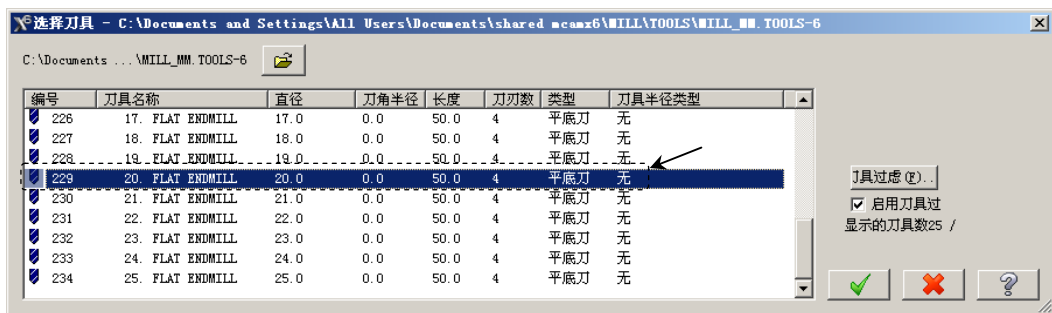

图 21.7 “选择刀具”对话框
Step5. 选择刀具。在“2D 刀具路径-平面铣削”对话框中单击 **选择刀库** 按钮，系统弹出“选择刀具”对话框，在该对话框的列表框中选择图 21.7 所示的刀具。单击  按钮，关闭“选择刀具”对话框，系统返回至“2D 刀具路径-平面铣削”对话框。